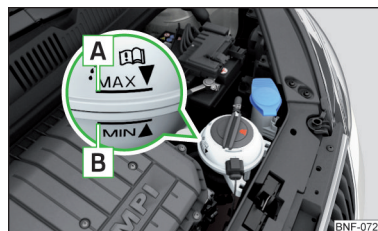

Bild 110
Beteckningen på kylvätskan finns angiven på kylvätskeexpansionskärlat » bild 110 på sidan 107.
- Fyll inte på kylvätska över markeringen **A** » **bild 110 på sidan 107.**
Kylvätskeexpansionskärlet » bild 110
➤ Kontrollera kylvätskenivån på expansionskärlet » **bild 110.**
När motorn är driftsvarm kan kontrollresultatet vara felaktigt. Nivån kan även ligga ovanför markeringen **A** » **bild 110.**